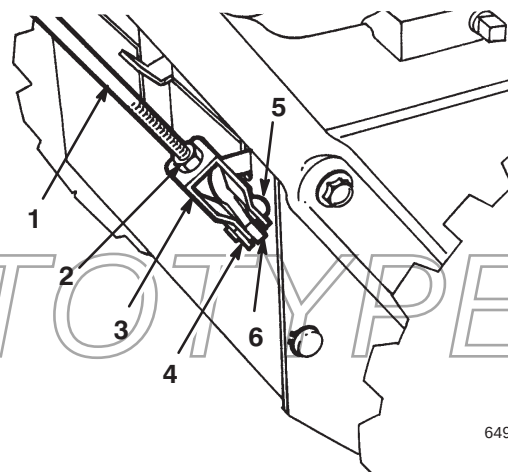

Bild 7
1. Lösen Sie die Gegenmutter über dem Bügel auf der oberen Betätigungsstange (Bild 7).
2. Richten Sie die Öffnungen im Bügel auf die Öffnungen der unteren Betätigungsstange aus und führen Sie den Gabelbügelzapfen ein (Bild 7).
- Drehen Sie den Lastösenbolzen nach oben oder unten, um den Abstand zwischen der Oberkante des Handgriffs und der Unterkante des Steuerhebels für den Antrieb von Schnecke/Gebälserad (Bild 7) zu erhöhen oder zu verringern.
- Wenn die Einstellung korrekt ist, bauen Sie den Ösenbolzen ein und sichern ihn mit dem Splint (Bild 7).
- Ziehen Sie zum Sichern des Bügels die Gegenmutter fest (Bild 7).